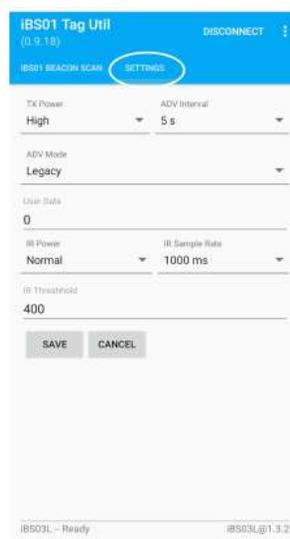

図3
- ⑤接続後、図3の画面が表示されるので、設定をプルダウンで変更し、設定後は、左下にあるSAVEで保存し、右上のDISCONNECTで切断してください。